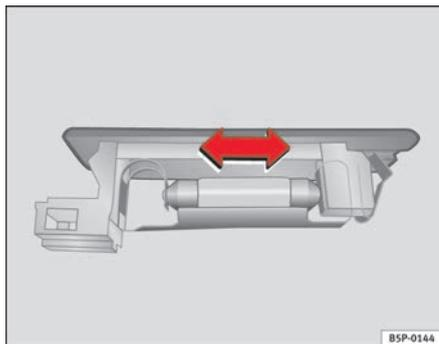

Fig. 169 Feu du coffre à bagages
- Appuyez sur la lampe latéralement et retirez-la du logement ⇒ fig. 169. ■